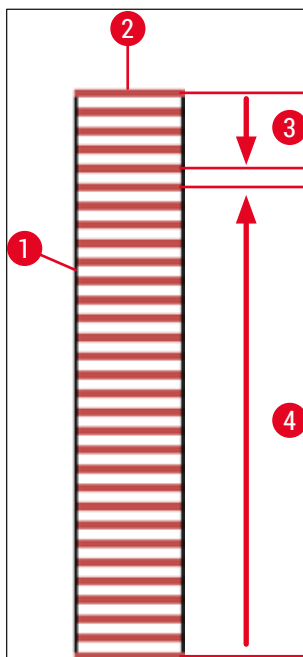

Fig. 74
Per impedire che i vetri si asciughino durante l'elaborazione, i vetri coprioggetto vengono sempre applicati prima ai primi 5 vetri. Quindi il portavetri si sposta verso l'alto e continua l'operazione di montaggio dall'ultimo vetrino nel portavetri (→ Fig. 74).
- La visualizzazione schematica (→ Fig. 74) di un portavetrini (→ Fig. 74-1) con i vetrini inseriti (→ Fig. 74-2) mostra la sequenza di elaborazione.